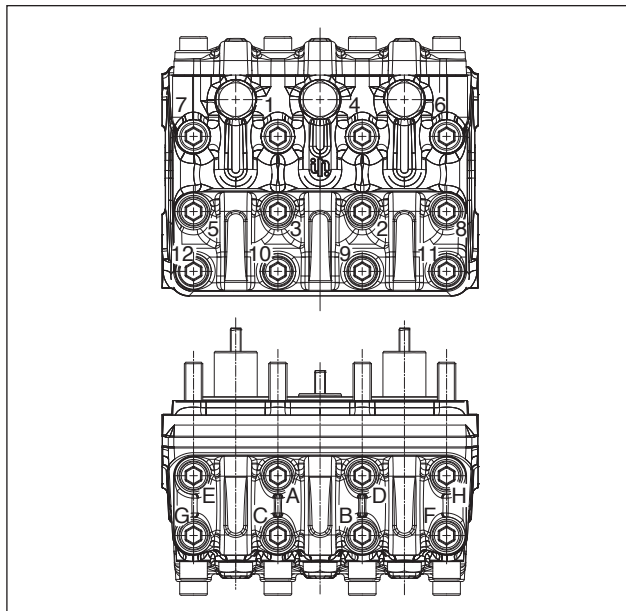
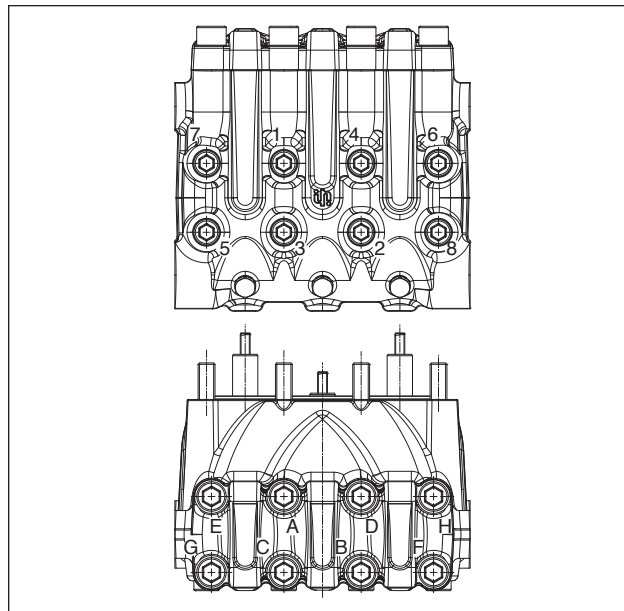

Fig. 50
Fig. 51
** Los tornillos de fijación de la cabeza se han de apretar con una llave dinamométrica, respetando el orden indicado en el esquema de Fig. 50 y Fig. 51.
*** Los tornillos de fijación de la tapa de válvulas se han de apretar con una llave dinamométrica, respetando el orden indicado en el esquema de Fig. 50 y Fig. 51.